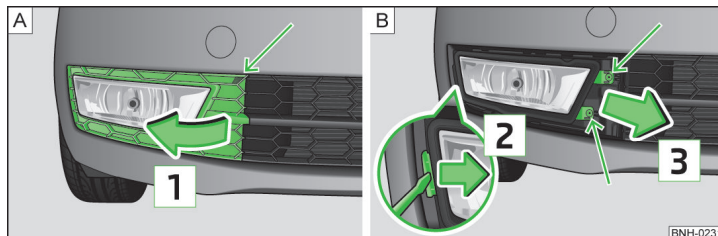

Fig. 153 Bara de protecție față: Grilaj de protecție/demontarea proiectoarelor de ceață
- Desprindeți grilajul de protecție în zona săgeții » fig. 153 - **A** cu ajutorul etrierului pentru extragerea capacelor integrale de roți » pagina 152, *Trusa de scule*.
- Detașați grilajul de protecție în sensul săgeții **1** » fig. 153.
- Deșurubați șuruburile marcate cu săgeată » fig. 153 - **B**¹⁾.
- La remontare, introduceți farul de ceață în sens contrar săgeții **3** » fig. 153 și înșurubați-l.